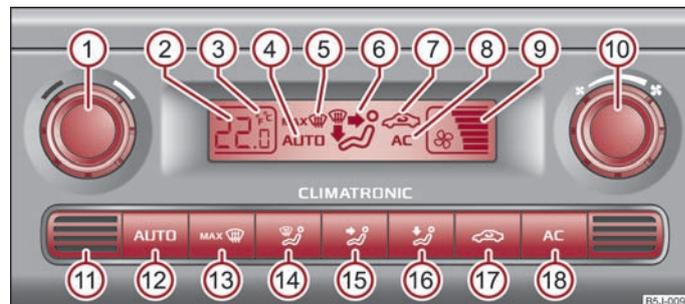

Abb. 76 Climatronic: Bedienelemente
- Drücken Sie die Taste  \Rightarrow Abb. 76.
Drücken und halten Sie gleichzeitig die Tasten  und  \Rightarrow Abb. 76. Im Display erscheinen die Angaben in der gewünschten Temperatur-Maßeinheit.
- Drücken Sie die Taste **(MAX)** ⇒ Abb. 76.
- Drehen Sie mit dem Drehregler **⑩** ⇒ Abb. 76 nach links (Gebläsedrehzahl verringern) bzw. rechts (Gebläsedrehzahl erhöhen).
- Drücken Sie die Taste   ⇒ Abb. 76, im Display wird  angezeigt.